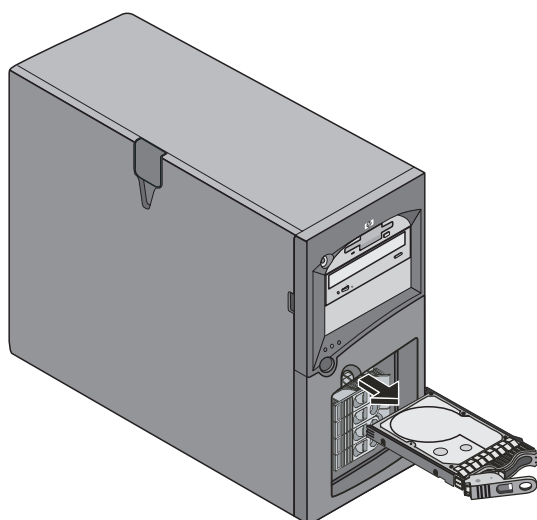

Figura 2-10: Extracción de la unidad de disco duro de intercambio en caliente
5. Sujete con la mano la parte inferior de la unidad mientras tira lentamente de la unidad hacia fuera. No deje que la unidad caiga. Consulte la figura 2-10.